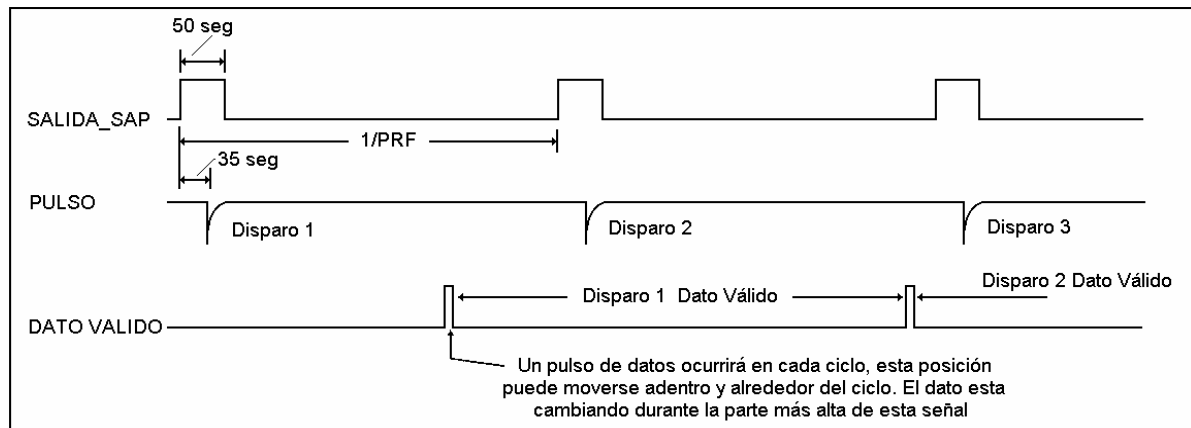

FIGURA 7-2 - SEÑAL, ?????
8. Dato Válido - Esta señal es generada una vez por ciclo. Durante la parte “alta” de la señal las Salidas TTL y Analógicas son actualizadas y no son válidas. Un borde descendente de esta señal o un nivel bajo en esta señal indica que el dato es válido y estable. (Vea la Figura 7-2).
13. Salida SAP - La salida por este pin de un pulso largo es de 50 pseg al principio de cada ciclo. El pulso se dispara a 35 pseg después del borde ascendente de esta señal. (Vea la Figura 7-2)